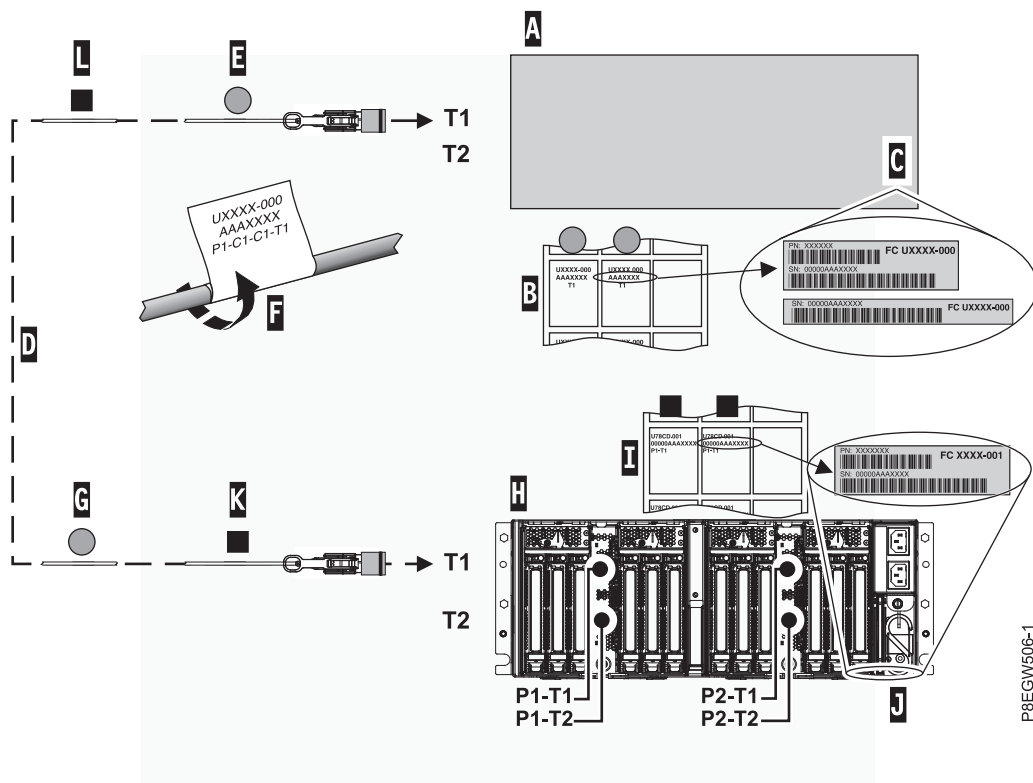

Figura 14. Etiquetado de un cable del cajón de expansión
**Nota:** Mientras realiza estos pasos, consulte la Figura 14 en la página 17 como referencia.
- g. Conecte la etiqueta Cx-T1 situada en el extremo de más a la izquierda del conector del cable **(E)**. Consulte Figura 14 en la página 17. Recorte la etiqueta con el extremo en blanco de forma que la información de ubicación **(F)** esté visible.
- h. Tome la segunda etiqueta Cx-T1 de la hoja de etiquetas del sistema host **(B)** y póngala en el extremo opuesto del cable que se conecta al cajón de expansión PCIe3. Asegúrese de que la etiqueta se coloque a más de 100 mm (4 pulgadas) del extremos del cable **(G)**. Consulte Figura 14 en la página 17.
**Nota:** Mientras realiza estos pasos, consulte la Figura 14 como referencia.
- a. Localice el cajón de expansión PCIe3 (H) que está conectando al sistema host.
- b. Localice la hoja de etiquetas de números de serie del cajón de expansión PCIe3 (I).
- c. Compare el número de serie del cajón de expansión PCIe3 (J) con el número de serie que aparece en la hoja de etiquetas del cajón de expansión PCIe3 (I).
- f. Pegue la etiqueta P1-T1 situada en el extremo de más a la izquierda del conector del cable (K). Consulte Figura 14. Recorte la etiqueta con el extremo en blanco de forma que la información de ubicación (F) esté visible.
- g. Tome la segunda etiqueta P1-T1 de la hoja de etiquetas del cajón de expansión y colóquela en el extremo opuesto del cable a más de 100 mm (4 pulgadas) del extremo del cable (L). Consulte Figura 14.
- a. Localice el extremo del conector del cable con la etiqueta P1-T1 del sistema host (E) y colóquelo cerca del puerto T1 en el adaptador de cable PCIe3.